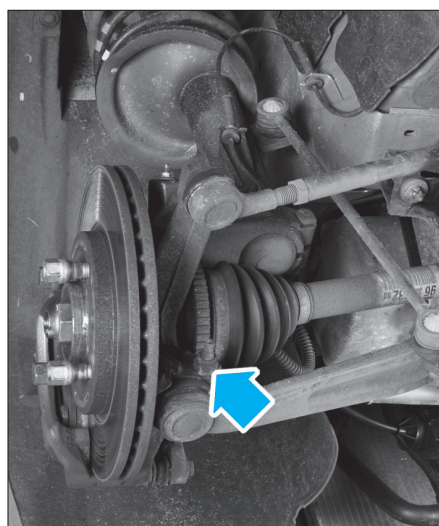

Fig. 2
- Déposer la vis de fixation de la rotule inférieure (Fig.2) et, à l'aide d'un extracteur de rotule approprié, extraire celle-ci du pivot.